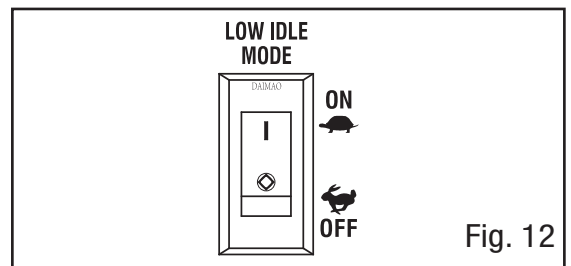

Fig. 12
1. Stellen Sie den Schalter LOW IDLE MODE (Abb. 12) auf "OFF".